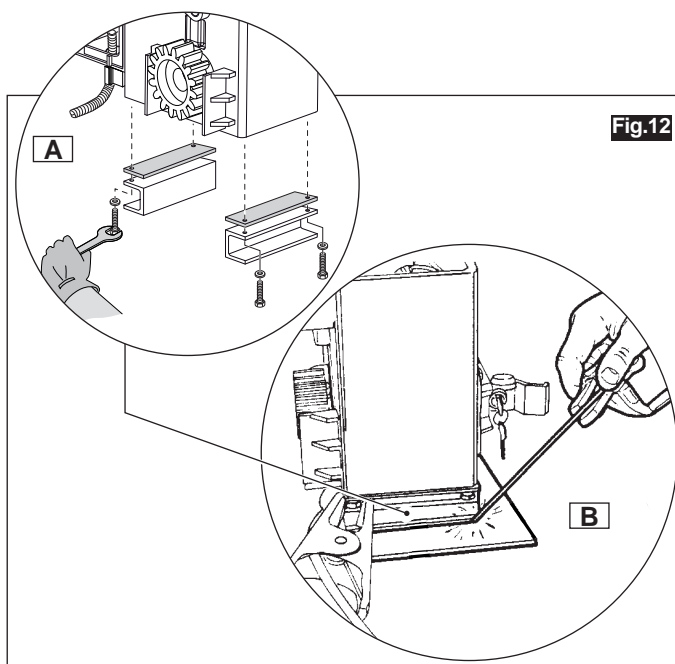

Fig.12
- Montare i due supporti in acciaio zincato con striscia antivibrante in gomma sotto la base del motoriduttore utilizzando le apposite viti fornite nella confezione (Fig.12-part.A) opportunamente ingrassate.
- Far entrare i cavi elettrici dall'apposito foro (Fig.12-Part.A), prestando attenzione a non danneggiarli.
- Fissare l'attuatore sulla piastra di fondazione mediante due cordoni di saldatura lungo i supporti assemblati (Fig.12-Part.B). **IMPORTANTE: si consiglia di eseguire una saldatura preliminare con due punti, completandola solo DOPO il montaggio e CONTROLLO della cremagliera.**